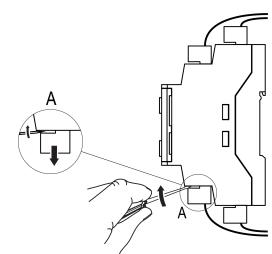

Рисунок 3 – Відокремлення змінних частин клем
- Відокремити від пристрою змінні частини кожної з клем разом з підімкненими зовнішніми лініями зв'язку за допомогою викрутки або іншого відповідного інструменту (див. рисунок 3).